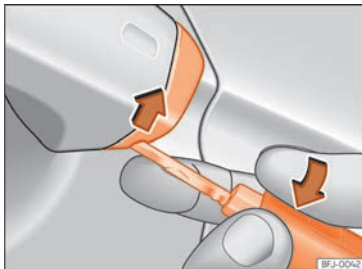

Abb. 95 Fahrtürgriff: Abdeckkappe abhebeln.
- Den Schlüsselbart am Fahrtürgriff in die untere Öffnung der Abdeckkappe stecken »» Abb. 95 und die Abdeckkappe von unten nach oben anheben.